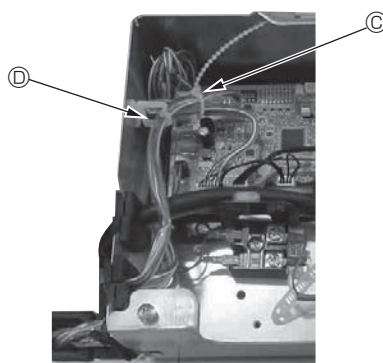
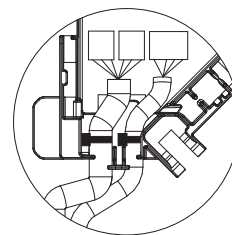

Fig. 10-14
Fig. 10-15
- Placez les excès de fils de jonction du capteur i-See et du récepteur de signal dans le boîtier des composants électriques dans le crochet pour fils, comme indiqué sur le schéma, et groupez les fils à l'aide de la fixation. (Fig. 10-14) Veillez à ce que le ruban qui maintient les fils de jonction du capteur i-See et du récepteur de signal soit bien positionné à l'intérieur de la boîte de raccordement. (Fig. 10-15)